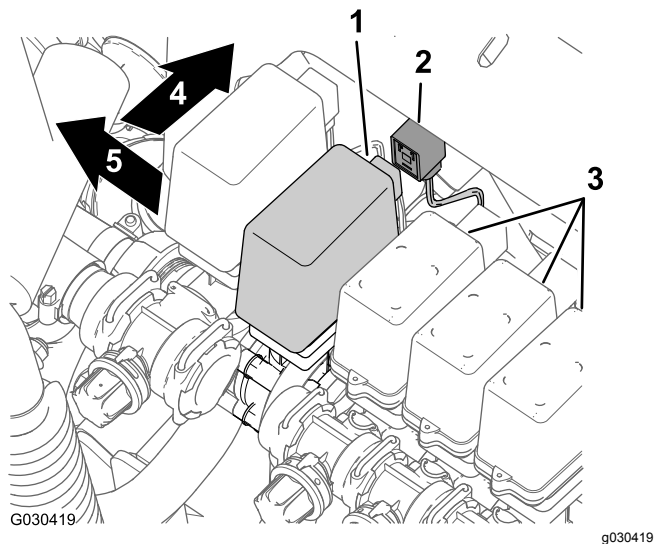

Figura 12
1. Nella parte posteriore della macchina, individuate il connettore a 3 prese del cablaggio preassemblato principale posteriore della macchina, etichettato come EDUCTOR (nebulizzatore) (Figura 12).
2. Rimuovete il connettore del nebulizzatore del cablaggio preassemblato dal connettore a 3 lamelle della valvola del nebulizzatore (Figura 12).